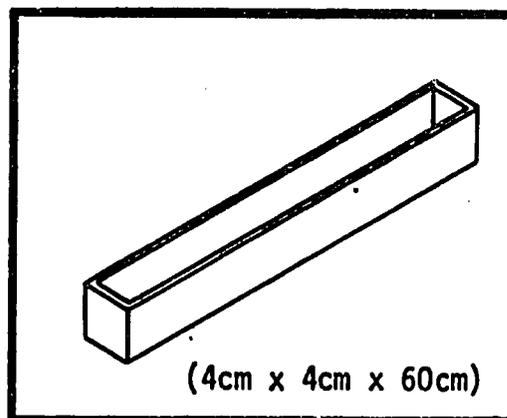

FIG. 3 - Boîte pour le test
3. **Test de la boîte.** Le test de la boîte est un guide pour mesurer le rapport convenable terre/ciment. Il détermine la contraction de terre qui ne contient pas de stabilisateur. La boîte doit avoir les mesures intérieures suivantes: 4cm x 4cm x 60cm (voir Figure 3).